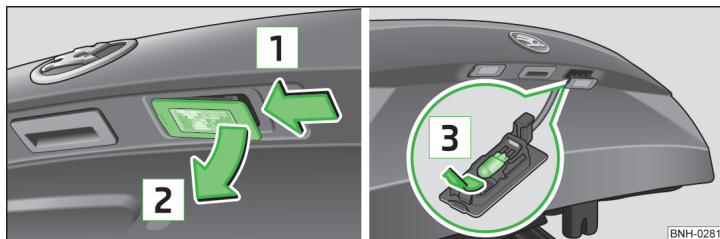

Abb. 165 Kennzeichenleuchte ausbauen / Glühlampe wechseln
- Die Leuchte in Pfeilrichtung **1** » Abb. 165 eindrücken.